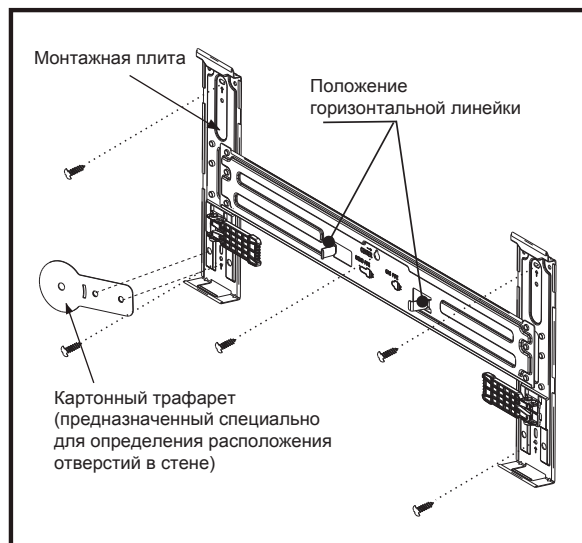

Рис. 1
- 6) Совместите 2 отверстия в картонном трафарете с 2 отверстиями на монтажной плите, как показано на рис. 1.
- 1) Определите положение отверстия для трубопровода в соответствии с расположением монтажной плиты (см. положение и размер картонного трафарета, как показано на рис. 1).
Примечание: Если у вас есть отверстие в стене, вам необходимо использовать круглую часть картонного трафарета для выверки отверстия в стене. Затем выверите 2 отверстия монтажной плиты с 2 отверстиями в картонном трафарете (показано на рис. 1), чтобы определить место установки монтажной плиты.